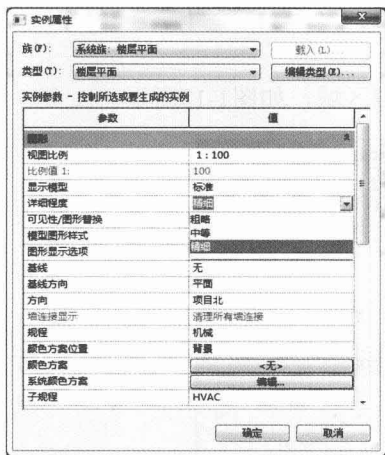

图 1-15
(1) 在楼层平面中单击鼠标右键，在弹出的快捷菜单中选择“视图属性”命令，弹出“实例属性”对话框，在“详细程度”下拉列表中可选择“粗略”、“中等”或“精细”的详细程度，如图1-15所示。
(2) 通过预定义详细程度，可以影响不同视图比例下同几何图形的显示。
(3) 墙、楼板和屋顶的复合结构以中等和精细详细程度显示，即详细程度为“粗略”时不显示结构层。
(4) 族几何图形随详细程度的变化而变化，此项可在族中自行设置。
(5) 各构件随详细程度的变化而变化。以粗略程度显示时，它会显示为线。以中等和精细程度显示时，它会显示更多几何图形。